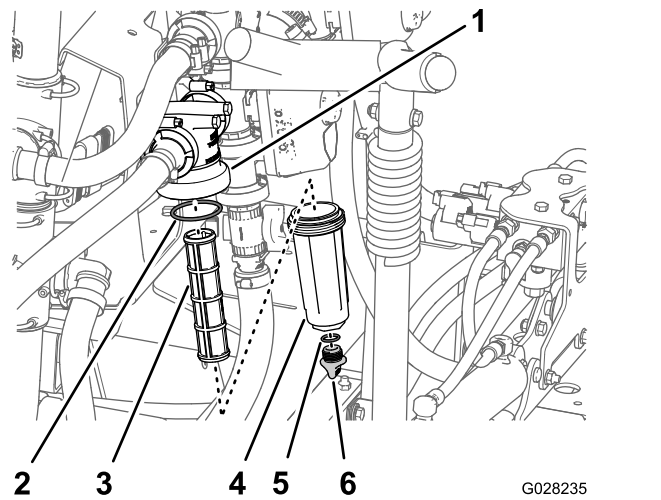

Figure 99
2. Placez un bac de vidange sous le filtre sous pression (Figure 99).
3. Tournez le bouchon de vidange dans le sens antihoraire et déposez-le de la cuvette du filtre sous pression (Figure 99).
4. Tournez la cuvette dans le sens antihoraire et déposez-la de la tête du filtre (Figure 99).
5. Retirez l'élément du filtre sous pression usagé (Figure 99).
6. Contrôlez l'état et l'usure du joint torique du bouchon de vidange (à l'intérieur de la cuvette) et du joint torique de la cuvette (à l'intérieur de la tête du filtre) (Figure 99).
7. Montez le nouvel élément filtrant dans la tête du filtre sous pression (Figure 99).
8. Vissez la cuvette sur la tête du filtre à la main (Figure 99).
9. Vissez le bouchon sur la cuvette à la main (Figure 99).